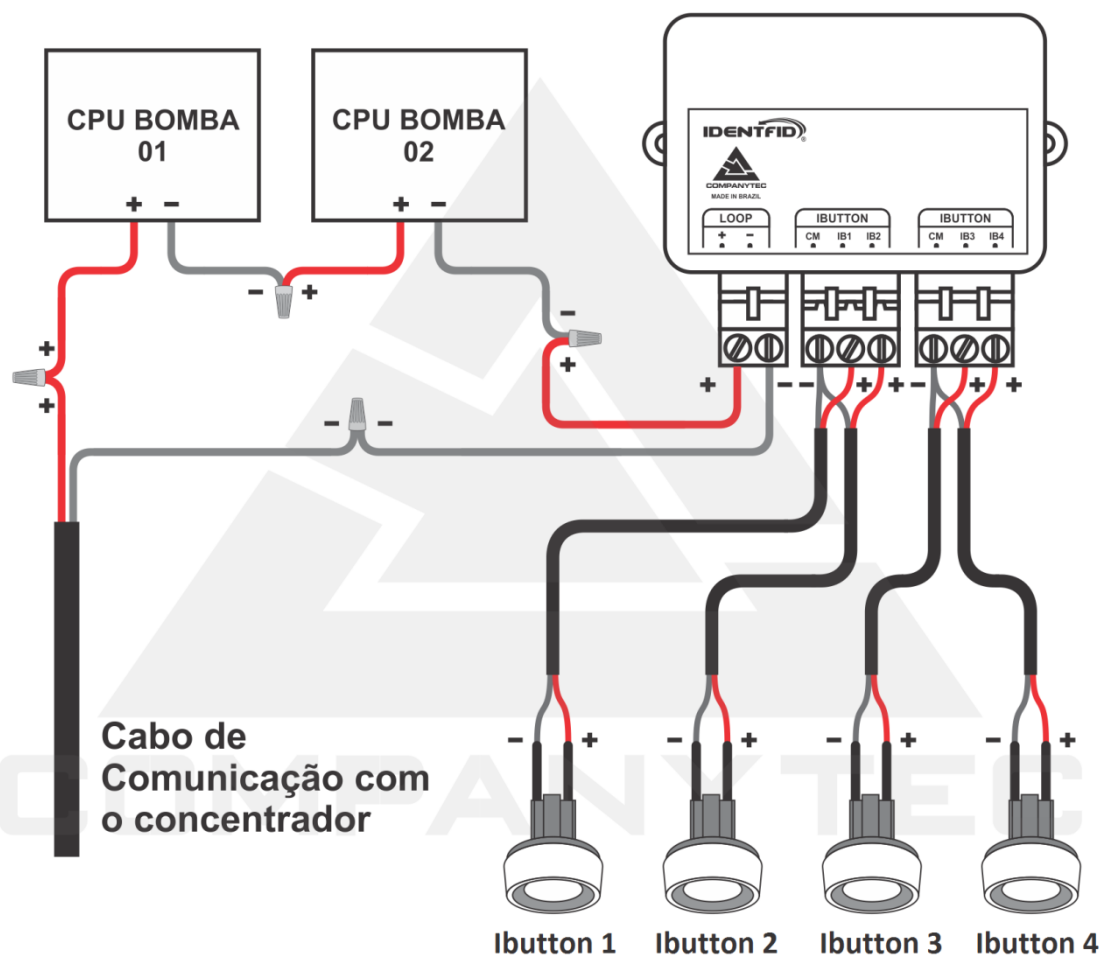

Figura 5 - Esquema de Conexões Leitor Ibutton em bombas com 4 abastecimentos simultâneos
Na Figura 5 - Esquema de Conexões Leitor Ibutton em bombas com 4 abastecimentos simultâneos temos um exemplo de conexão em uma bomba que possui 2 CPUs e 4 abastecimentos simultâneos.
**Nota:** As cores utilizadas nos fios positivos e negativos da Figura 5 - Esquema de Conexões Leitor Ibutton em bombas com 4 abastecimentos simultâneos são meramente ilustrativas.